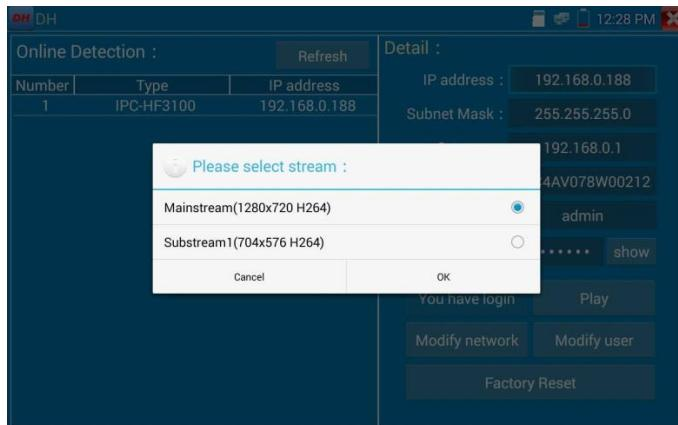

Рис. 124 Выбор видеопотока для тестируемой видеокамеры
- Если видеокамера поддерживает выбор из нескольких потоков, выберите нужный, рис. 124